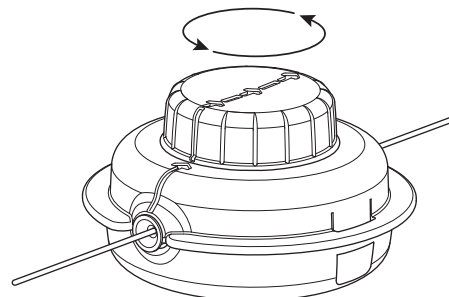

Fig. 19
5. Gire la perilla de impacto en el sentido contrario a las agujas del reloj para enrollar el hilo hasta que sobresalgan aproximadamente 5 pulgadas (12.7 cm) por cada lado del cabezal de corte (Fig. 19). **NO** oprima la perilla de impacto mientras se enrolla el hilo.